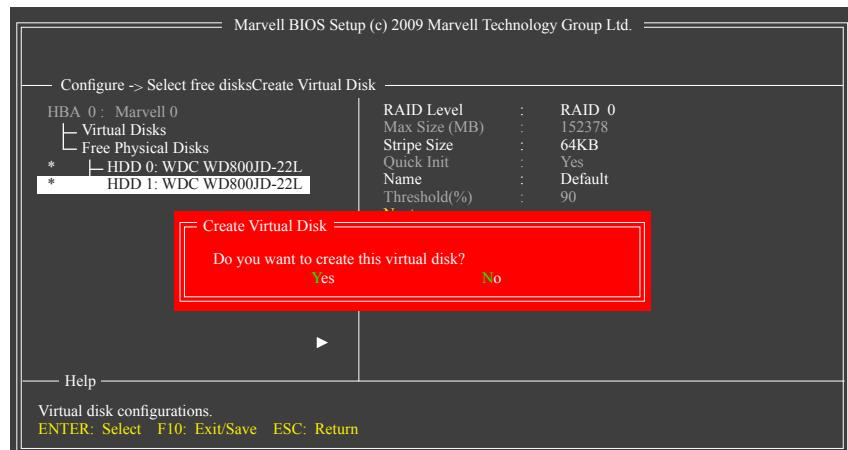

図5
4. **Next:** 上の設定を完了した後、**Next**に移動して<Enter>を押しアレイの作成を開始します。ボリュームの作成を確認するように求めるメッセージが表示されたら、<Y>を押して確認するか<N>を押してキャンセルします(図5)。